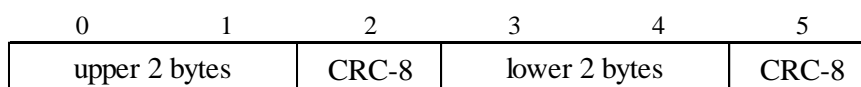

Fig. 9. データの内容 (Contents of data)
- ・ 出力データは、下図のFig. 9のように、上位2バイトと下位2バイトに分けられ、それぞれの2バイトに対してCRC-8が付加されています。
- Output data is divided into upper 2 bytes and lower 2 bytes as shown in Figure 9 below, and CRC-8 is added to each 2 bytes.